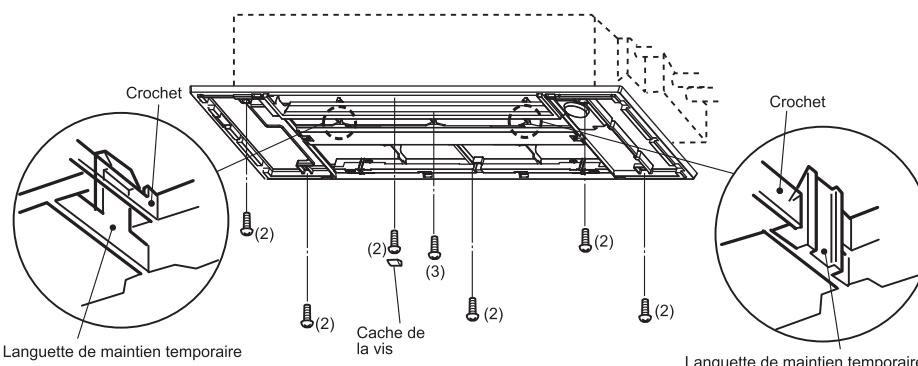

Fig. 5
- Fixez les languettes de maintien temporaires de la grille sur les crochets de l'unité interne. (Fig. 5)
- Installez sans les serrer les 4 vis de fixation (2) situées près des angles. (Fig. 5)
- Serrez les vis de fixation (2) et la vis de fixation (3) située au milieu de la grille. (Fig. 5)